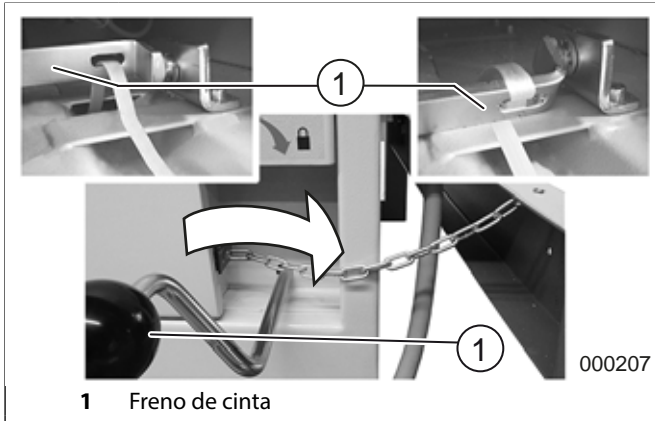

fig. 14 Freno de cinta
El freno de cinta (fig. 14) tiene que estar cerrado (girar la palanca a la derecha).
2. Abrir el freno de cinta (fig. 14/1).
4. Cerrar el freno de cinta (fig. 14).
3. Abrir el freno de cinta (fig. 14).